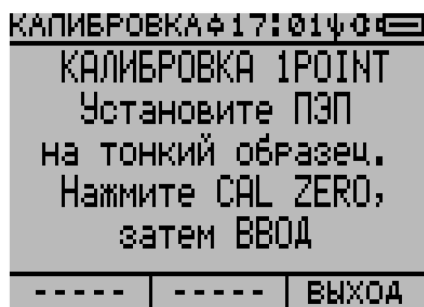

Рисунок 2.70
3) На экране дисплея появится следующее сообщение: **«КАЛИБРОВКА 1POINT. Установите ПЭП на тонкий образец. Нажмите CAL ZERO, затем ВВОД»** (рисунок 2.70), приблизительно через три секунды его сменит вид экрана режима высокоточной нулевой калибровки 1Point, представленный на рисунке 2.71.